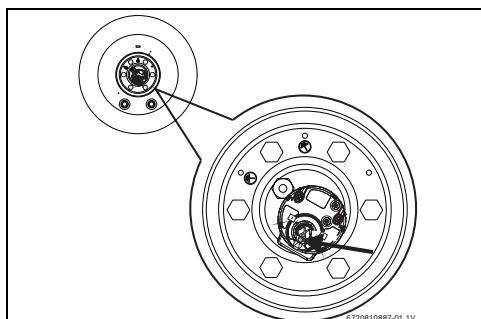

Fig. 14 Pulsante Reset
- ▶ premere il pulsante di reset (fig. 14).